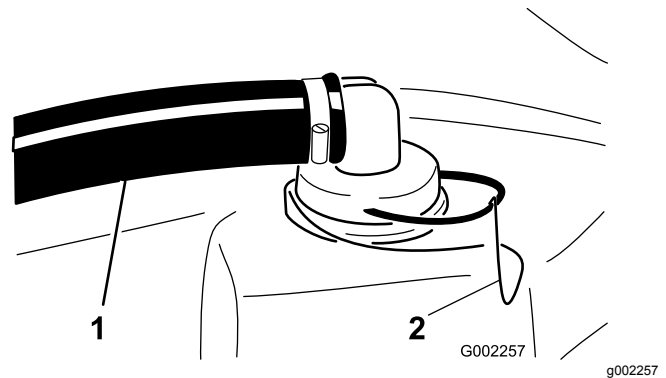

Figura 41
2. Nella parte superiore del serbatoio dell'irroratrice, rimuovete il fermo che fissa il raccordo del flessibile collegato al flessibile grande e all'alloggiamento del filtro (Figura 41).
3. Rimuovete il flessibile e il relativo raccordo dall'alloggiamento del filtro (Figura 41).